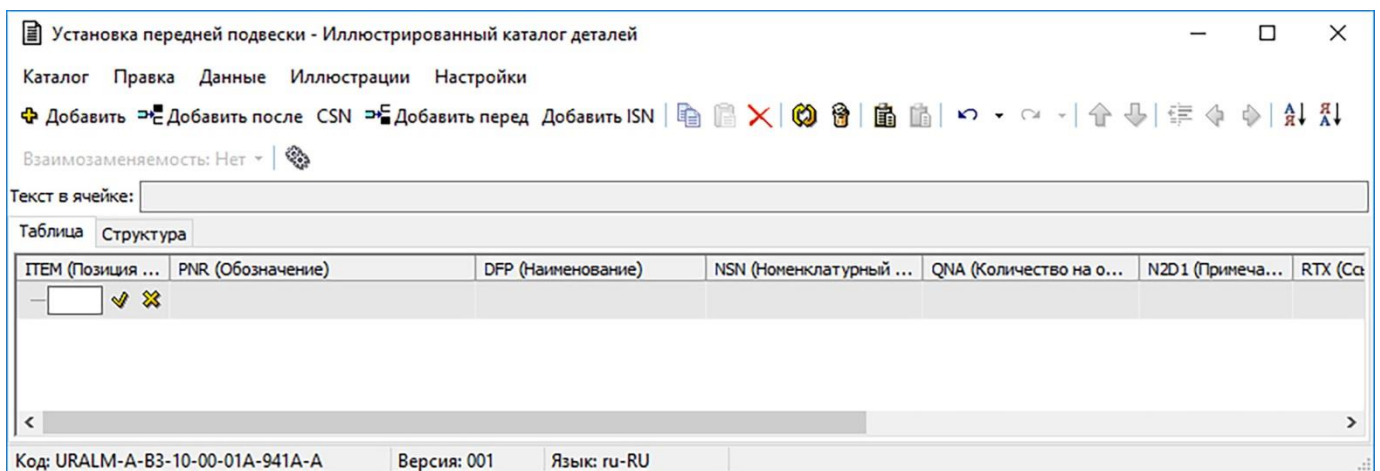

Рисунок 432
2) Для начала ввода данных в ячейку выделите ее и нажмите F2 или щелкните по ней левой кнопкой мыши. При этом в самой ячейке таблицы появятся инструменты, необходимые для ее редактирования (рисунок 432). Набор инструментов зависит от типа поля ячейки (см. раздел 17.14 «Типы полей ячеек»).